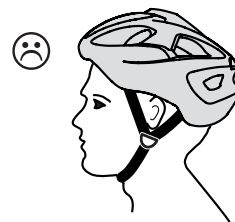

Fig. 1b
- Se il casco sta troppo indietro, la fronte non è sufficientemente protetta. (Fig. 1b)